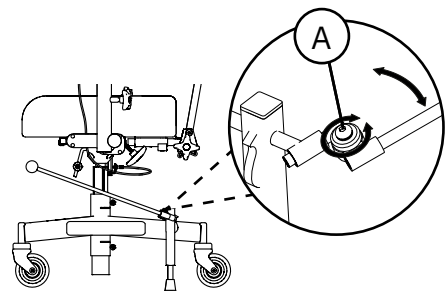

Abb. 5.17. Adapter für Handbremshebel.
Der Adapter kann auf der rechten oder linken Seite des Rahmens montiert und der Winkel (A) entsprechend angepasst werden, siehe Abb. 5.17. Der Adapter wird in die Bremshebelhalterung gesteckt und der Bremshebel dann in den Adapter gesteckt.